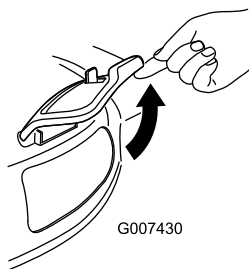

Figure 28
2. Lift open the side-discharge door (Figure 28).